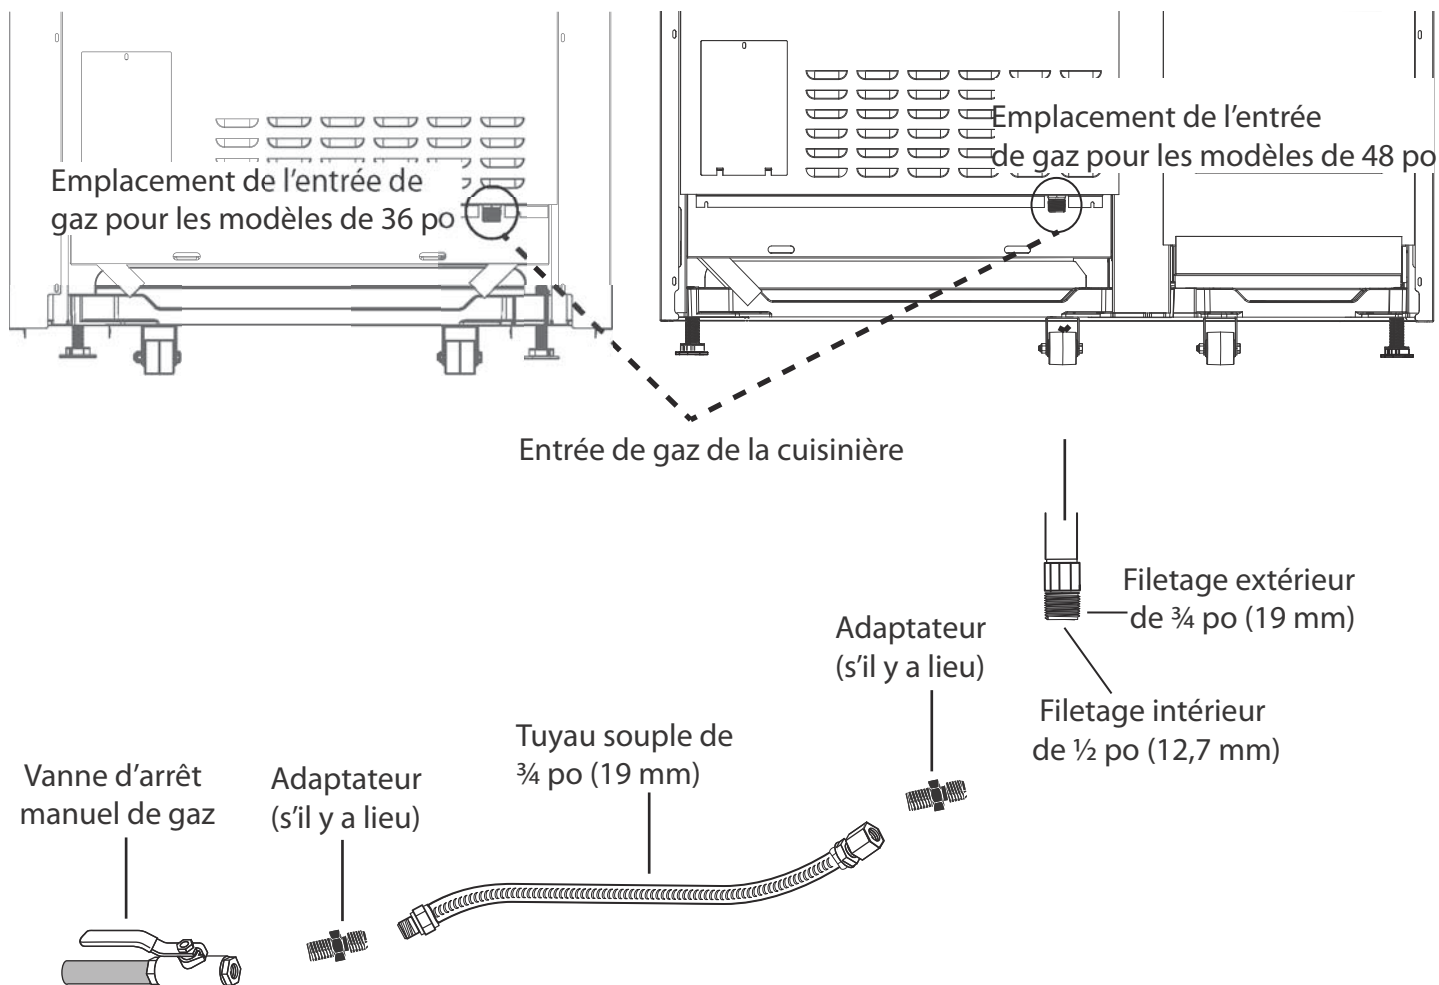

Figure 15 : Raccordement à l'approvisionnement de gaz
- Utilisez un tuyau à gaz souple de ¾ po (19 mm) entre l'approvisionnement en gaz et le tuyau d'arrivée de l'appareil. Le filetage externe du tuyau d'arrivée de gaz de l'appareil est de type NPT ¾ po (19 mm) et le filetage interne est de type NPT ½ po (13 mm) (voir Figure 15).